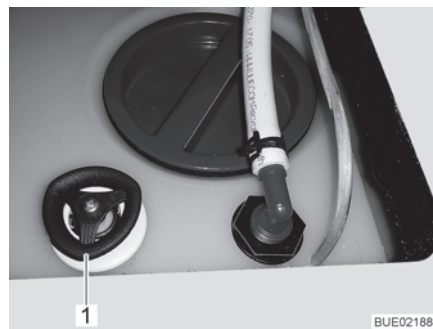

Fig. 182 Depósito de agua con tirador giratorio
- Retirar la tapa de cierre (Fig. 182,1) del depósito de agua.